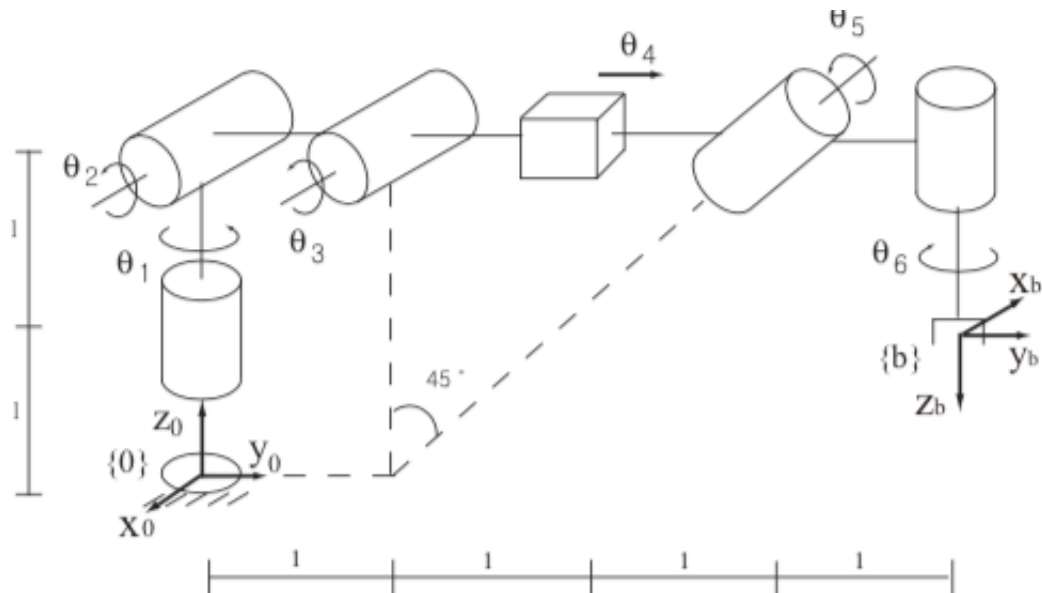

Figura 5: Robot RRRPRR
5. Dada la cadena cinematica de la Figura 5: